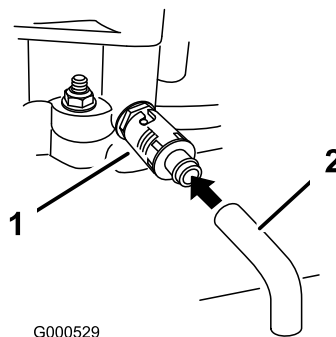

Figura 26
6. Coloque un recipiente debajo del tubo de vaciado. Gire la válvula de vaciado para que se drene el aceite (Figura 26).
8. Retire el tubo de vaciado (Figura 26).